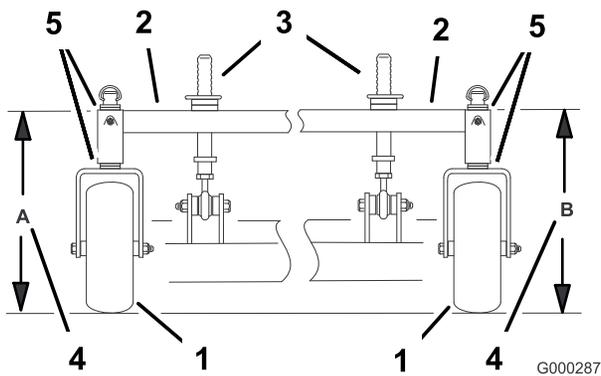

Figura 72
4. Mida la altura del bastidor de tiro en la posición **A** (Figura 72).
5. Mida la altura del bastidor de tiro en la posición **B** (Figura 72).